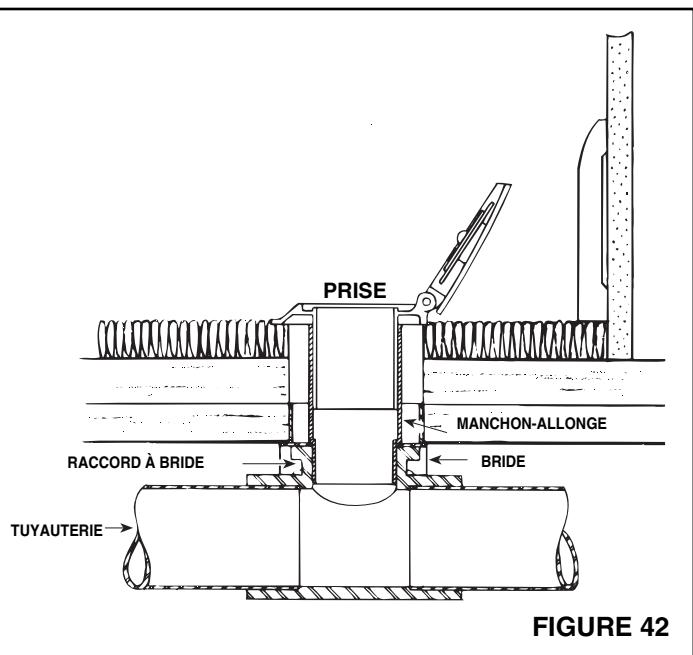

FIGURE 42
- Voyez la figure 42. Tirez les câbles de basse tension à 2 âmes à travers le support de montage et attachez-les aux vis de borne à l'arrière de la prise de sol. Collez le manchon-allonge au modèle 360 de prise. Insérez le manchon-allonge à travers la garniture en vinyl dans le support de montage et placez-le fermement dans le raccord à bride.